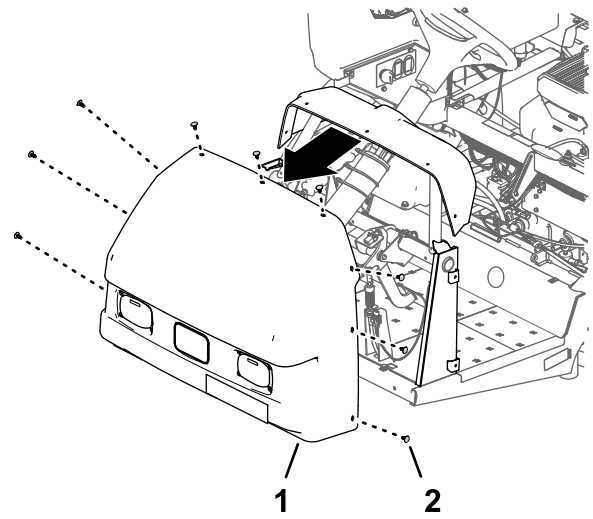

Figure 15
2. Retirez les 9 fixations à pression qui fixent le capot à la planche de bord et au cadre de la machine (Figure 15).
3. Déposez le capot de la machine (Figure 15).